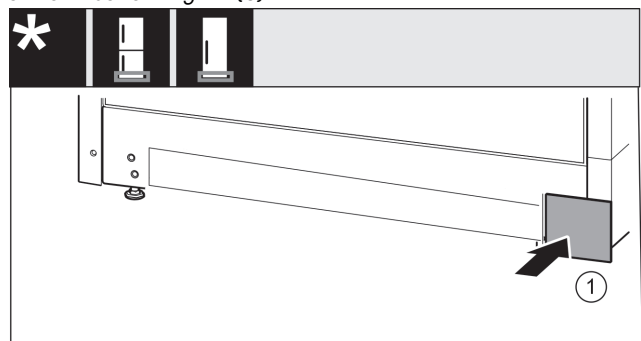

Fig. 18
- Sätt på täckplattan på den andra sidan igen. Fig. 18 (1)